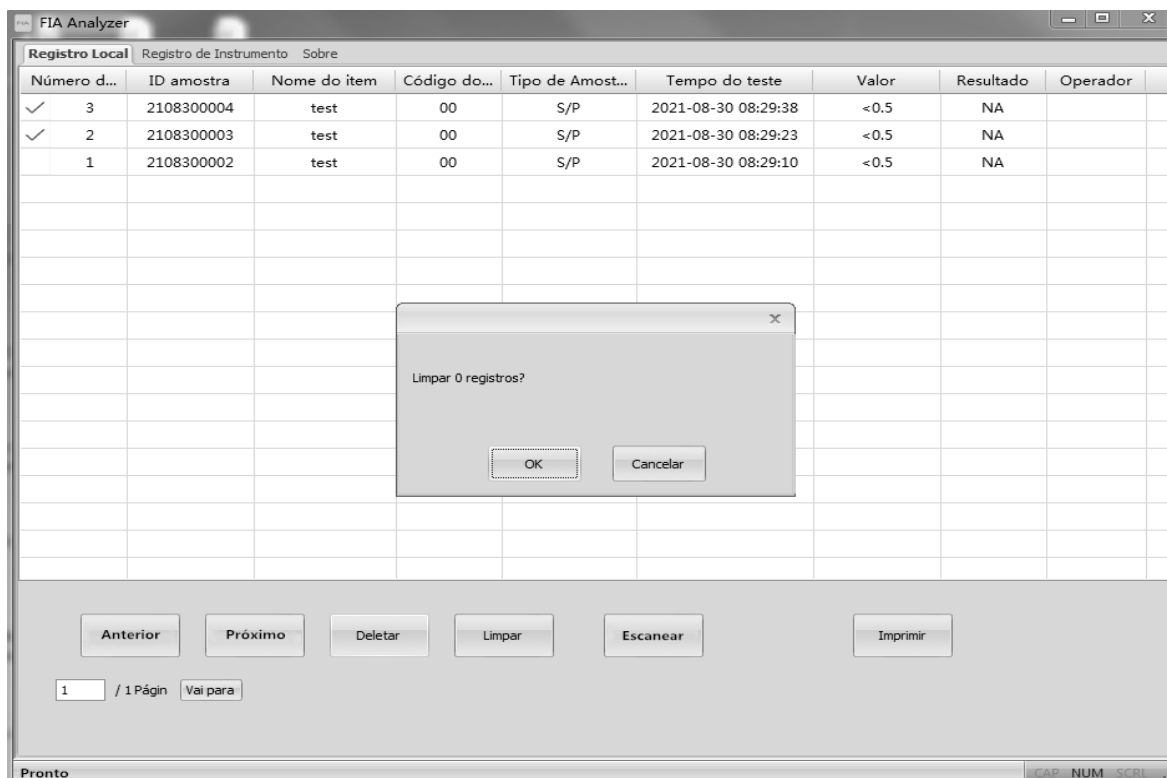

Fig. 41
- “**Deletar**”: Selecione os itens a serem excluídos e clique na guia “**Deletar**”, você pode obter um prompt como na Fig 41 para confirmar. Clique em “**OK**” para excluir.